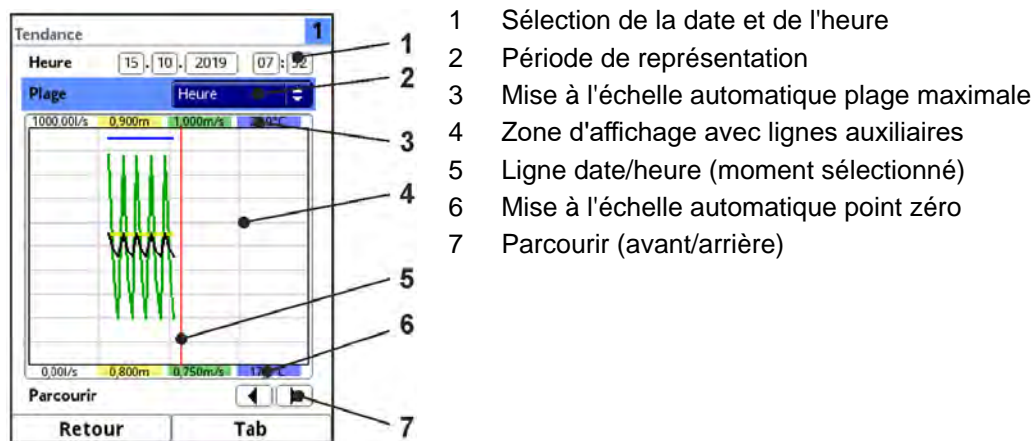

Fig. 35-2 Représentation de l'affichage des tendances
1. Sélectionner la plage souhaitée (période de représentation ; Fig. 35-2 point 2).
2. Si nécessaire, utiliser les flèches (Fig. 35-2 point 7) pour défiler vers l'avant et l'arrière en gardant le même réglage de l'affichage de base.
Dans la partie supérieure de la représentation se trouve la **sélection de la date et de l'heure** (Fig. 35-2 point 1). La ligne est surlignée en bleu et donc active.
L'écran affiche les données de mesure, en fonction de la plage réglée (Fig. 35-2 point 2), de la date sélectionnée.
La ligne verticale rouge (Fig. 35-2 point 5) se trouve sur le moment choisi (date et heure).
➡ Ce réglage s'effectue via la >Plage< (voir Fig. 35-2 point 2).